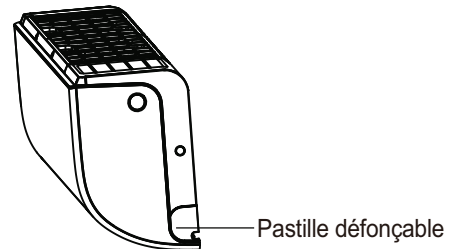

Fig. 17 – Pastille défonçable
2. Si le trou du mur est situé derrière le module intérieur, laissez la pastille défonçable du panneau en place. Si le trou du mur est situé sur un des côtés du module intérieur, retirez la pastille défonçable en plastique du panneau sur ce côté du module (voir fig. 17). Vous disposerez ainsi d'une ouverture pour la sortie de la tuyauterie. Utilisez une pince à becs longs pour faciliter le retrait de la pastille défonçable, le cas échéant.